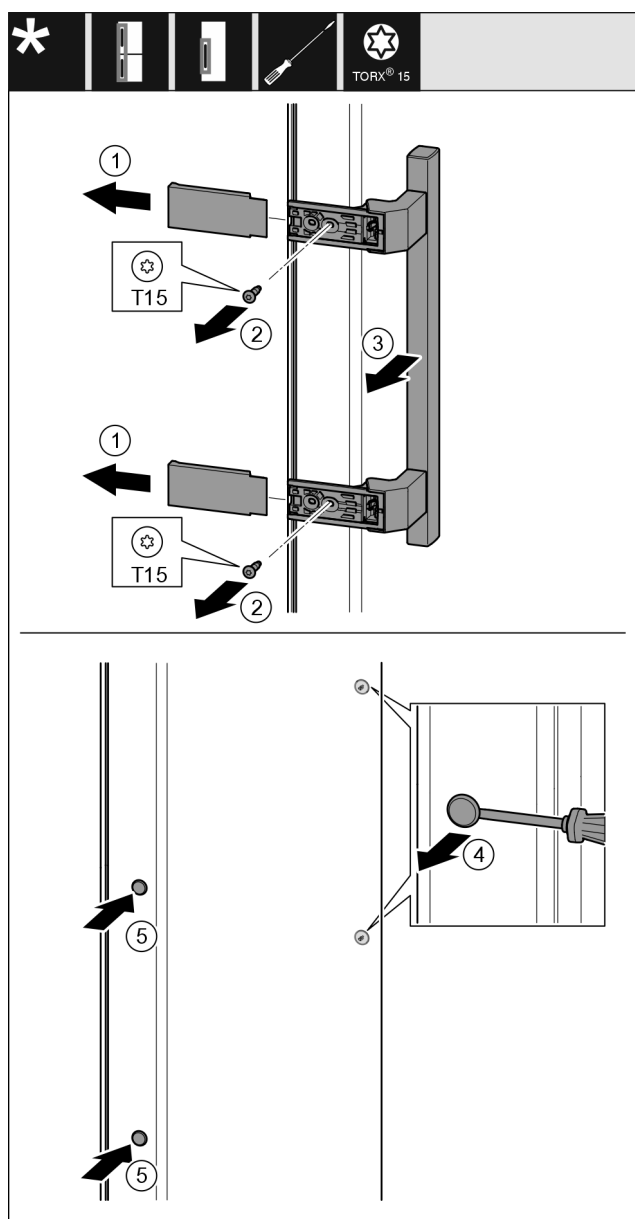

Fig. 21
- Togliere la copertura Fig. 21 (1).
- Estrarre le viti Fig. 21 (2) con un cacciavite.
- Rimuovere la maniglia Fig. 21 (3).
- Sollevare il tappo laterale Fig. 21 (4) con cautela con un cacciavite a intaglio ed estrarlo.
- Reinserire il tappo Fig. 21 (5) sull'altro lato.